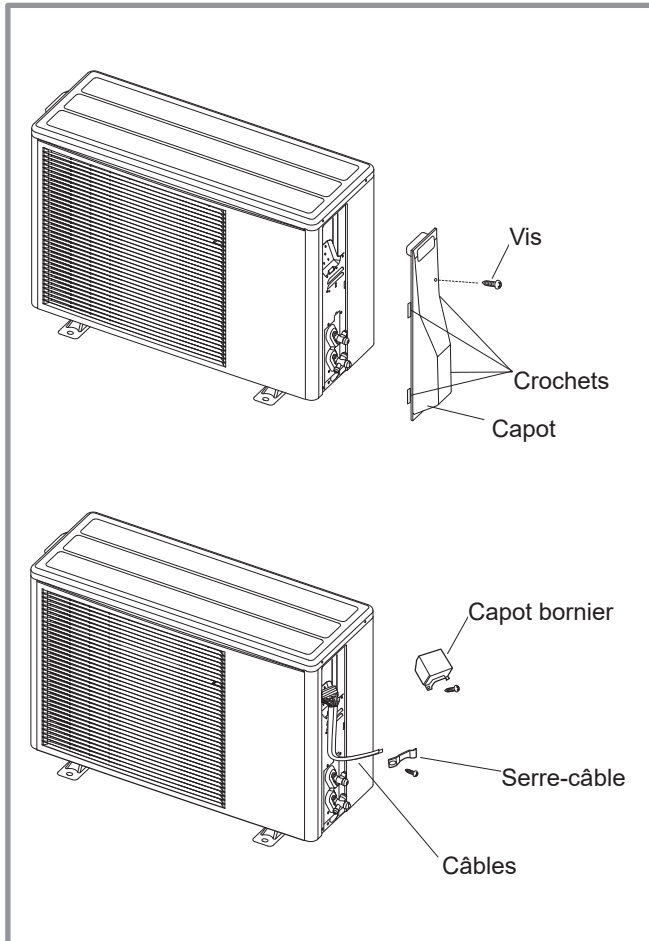

figure 36 - Accès au bornier de l'unité extérieure
- Déposer le capot (figure 36).